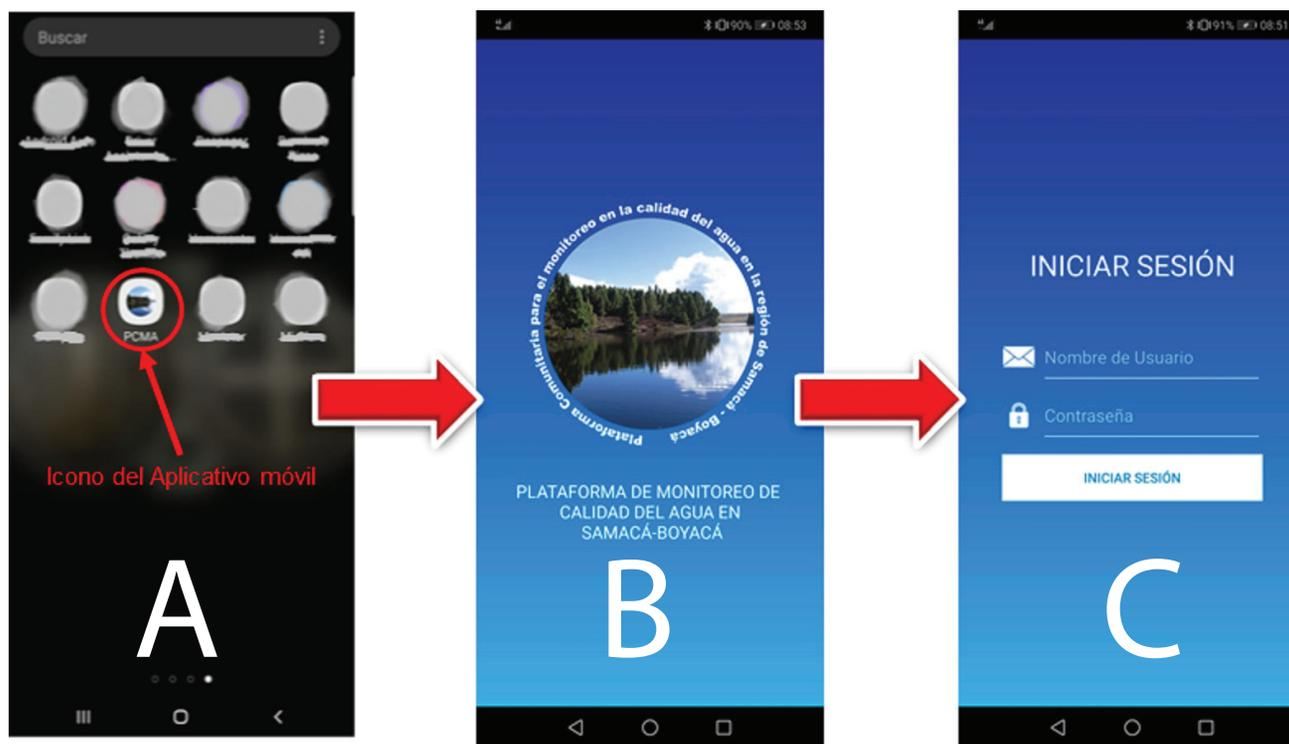

Figura 5. Imágenes de pasos para acceder a la aplicación: A) icono de la aplicación, B) inicio y C) inicio de sesión.
5. La aplicación móvil de la plataforma comunitaria aparece dentro de las aplicaciones instaladas como "PCMA"  al abrir la aplicación se observará la imagen de la figura 5.B por unos segundos, posteriormente para ingresar a la aplicación se debe realizar el inicio de sesión indicado sus credenciales registradas.